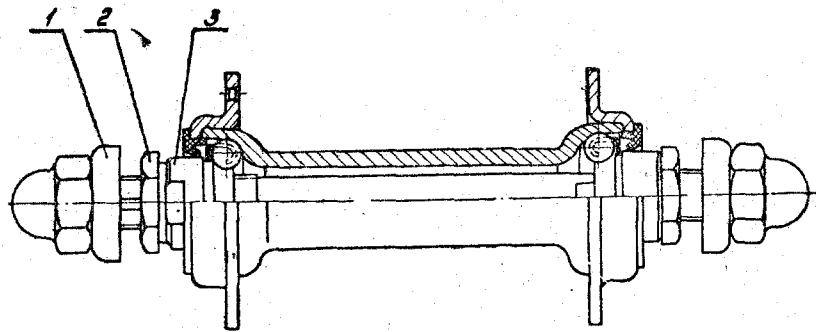

Рис. 7.
Регулировка втулки переднего колеса (Рис. 7) производится путем подтягивания или ослабления конуса (3), имеющего лыски под ключ.